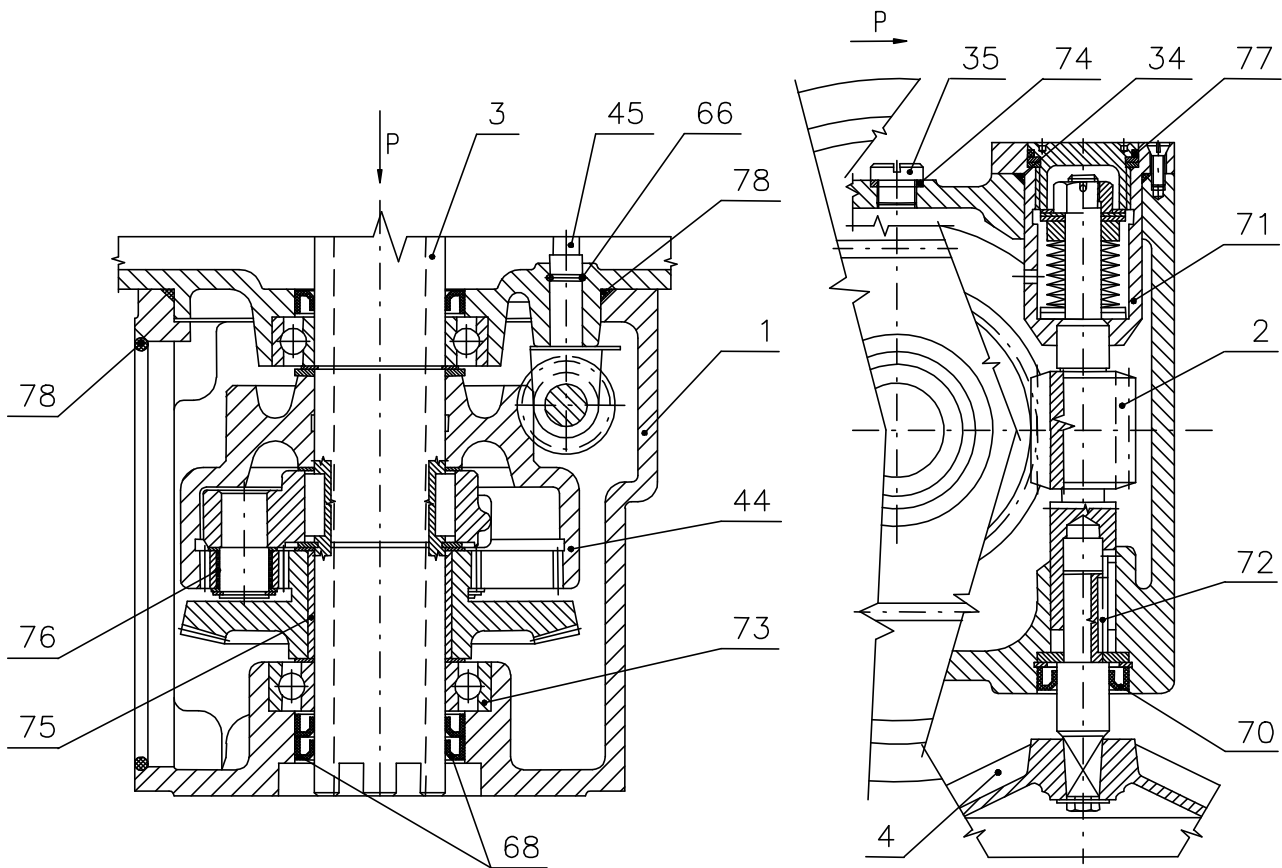
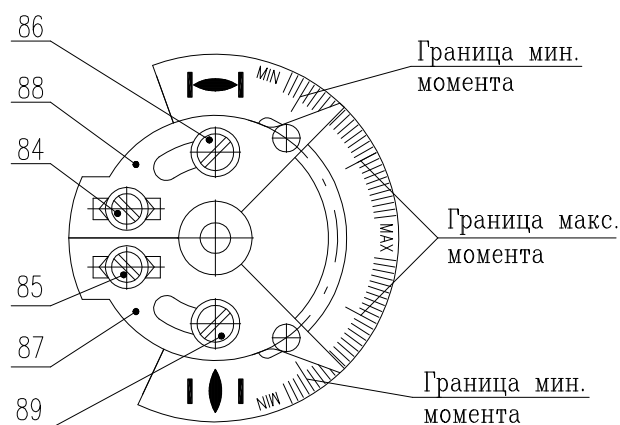

Рис. 2
Рис.4
Модуль М3 – силовая передача с ручным управлением (рис.2)
Блок моментного выключения (рис. 4 и 5)
- моментное колесо (рис. 4)
Моментное колесо (рис. 4) укреплено на моментном валике (45), выходящем от силовой передачи (рис. 2). Угол поворота моментного колеса пропорционален крутящему моменту на выходном вале (3) ЭП. Его величина устанавливается перестановкой сегментов (17) и передвижением упоров (18). Достигнутая величина крутящего момента переносится от моментного колеса на моментное устройство (9) при помощи моментного рычажка (42).